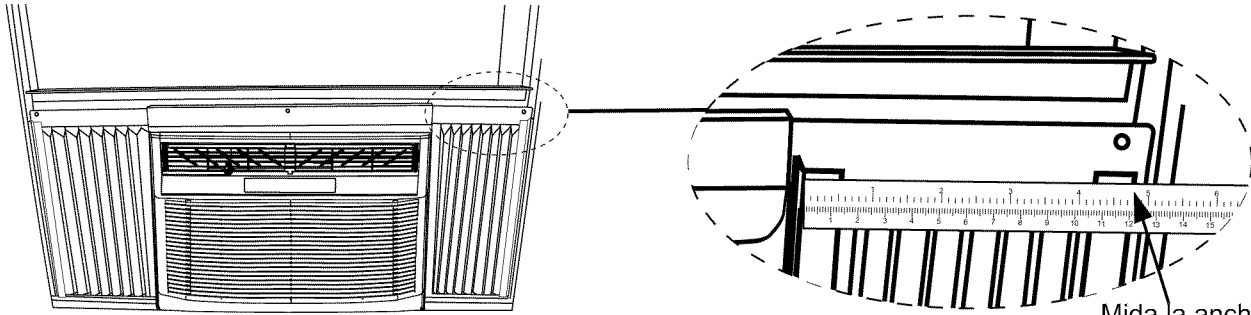

FIG. 22
1. Mida el ancho de la cortina interior con la regla proporcionada (FIG. 22).